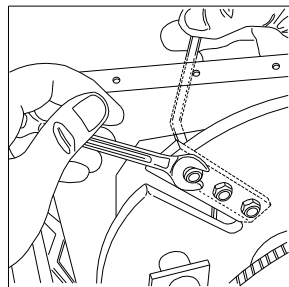

Fig. 12
- Plaats de sleutel in de twee openingen (fig. 12) en verwijder het blad.